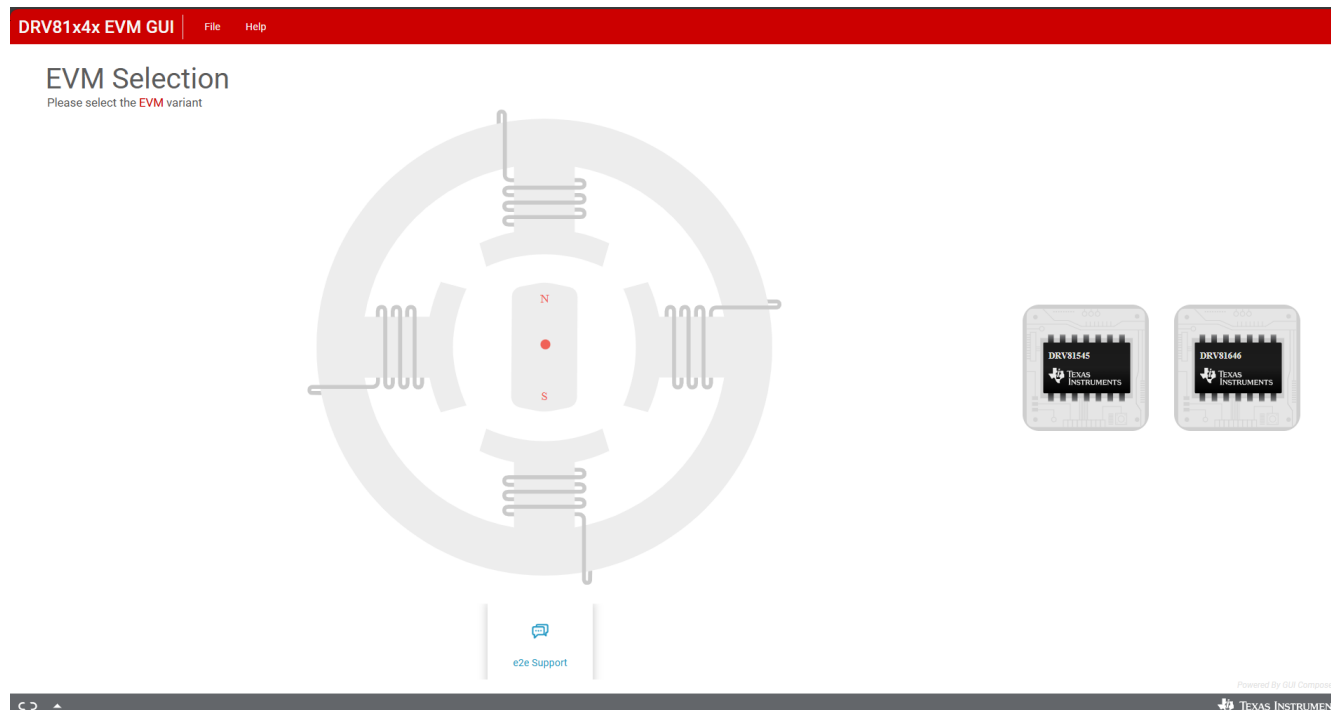

図 3-2. GUI ランディングページ
1. 評価基板を PC に接続して、GUI を開きます。ホームページを 図 3-2 に示します。